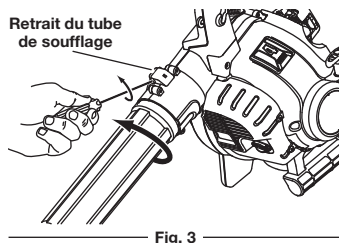

Fig. 3
2. Insérez un tournevis plat dans le verrouillage du tube. Tournez le tournevis un quart de tour vers la gauche et tenez le verrouillage du tube (Fig. 3).
3. Saisissez le tube de soufflage supérieur et faites-le tourner vers la gauche (Fig. 3).